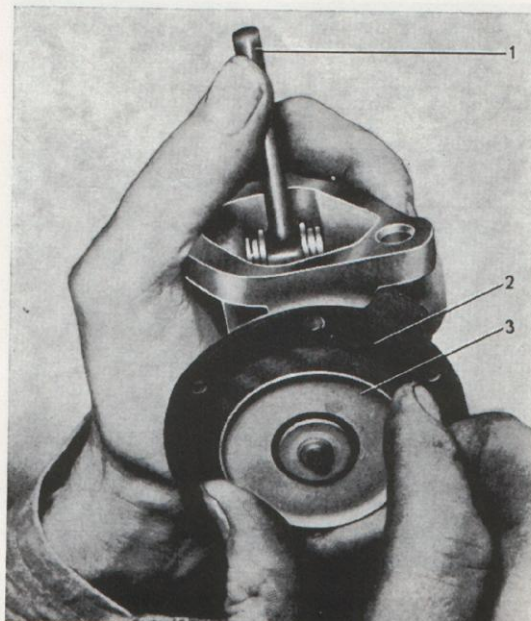

Bild 73. Byte av membran.
2. Fatta med vänster hand om underdelen enligt bild 73 och tryck med tummen på vipparmen (1). Med höger hands tumme och pekfinger tryckes brickan (3) in. Vrid därefter ett kvarts varv och tag bort bricka, membran (2) och dragstång.